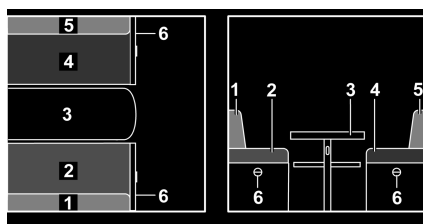

Fig. 105 Avant la transformation
- Agrandir la table (Fig. 105,3) et la transformer en sommier de lit (voir paragraphe 7.7).
- Enlever le coussin de dossier (Fig. 105,1) et le placer de côté.
- Tirer la poignée et ouvrir le portillon (Fig. 105,6).